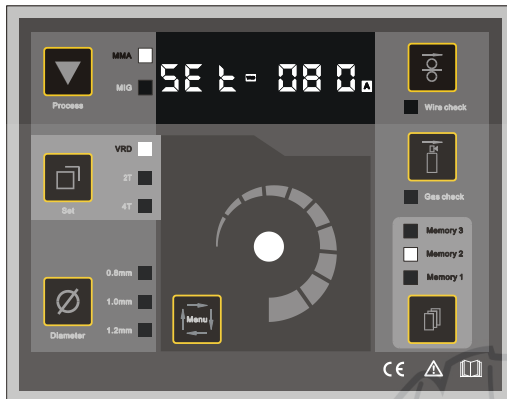

Рисунок 2: Режим MMA , установленный ток Рисунок 3: Режим MMA, установленный ток
- б) В режиме STICK, нажмите **【VRD/2T/4T переключатель】**, VRD функция активна, когда индикатор горит и дисплей включен. VRD функция не активна, если индикатор не горит. (Рисунок 2, Рисунок 3)